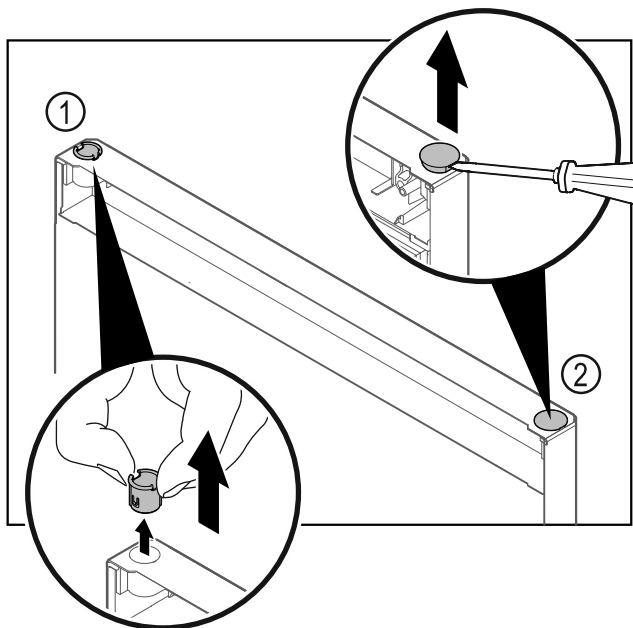

Fig. 30 Дверь морозильного отделения
- ▶ Пальцами вытяните шарнирную втулку Fig. 30 (1).
- ▶ Шлицевой отверткой осторожно подцепите и извлеките заглушку Fig. 30 (2).